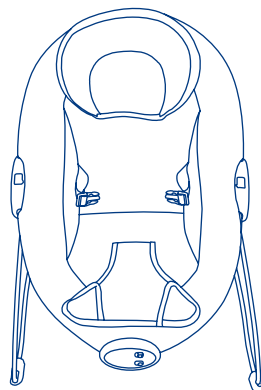
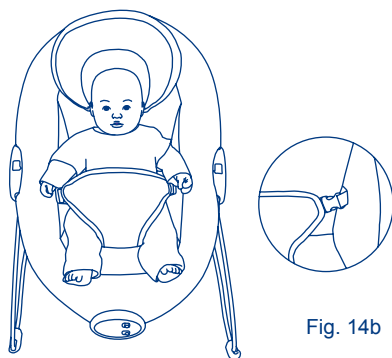

Fig. 14a
Fig. 14b
- 14) • Unbuckle the straps on each side of the seat restraint. (Fig. 14a) Carefully place the child in the bouncer seat and buckle the straps. (Fig. 14b) Adjust the straps so that the restraint fits the child snugly.
- Desabroche las correas a cada lado del cinturón de seguridad. (Fig. 14a) Coloque al niño cuidadosamente en el asiento del rebotador y abroche las correas. (Fig. 14b) Ajuste las correas de modo que el cinturón sujete firmemente al niño.
- Débouchez les sangles de chaque côté du harnais de siège. (Fig. 14a) Placez soigneusement l'enfant dans le siège de la sauteuse et bouchez les sangles. (Fig. 14b) Réglez la longueur des sangles afin que le harnais soit étroitement ajusté sur l'enfant.